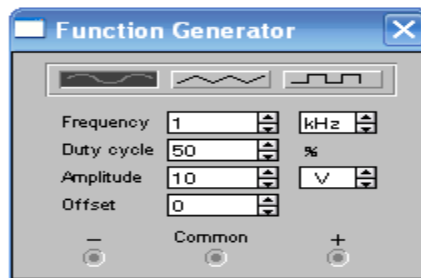

Рисунок 3 - Установка параметров входного сигнала на функциональном генераторе.
5.1 На функциональном генераторе (рис. 3.) установите значения частоты входного сигнала 100Hz (100Гц).